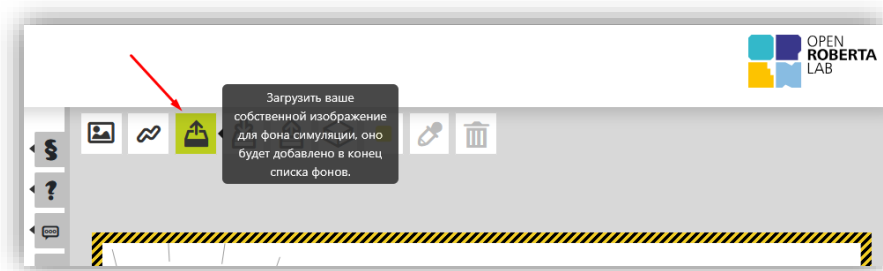

Рисунок 2. Загрузка собственного изображения.
- 1) Загрузите собственное изображение с именем файла «Сумо» (Рисунок 2).